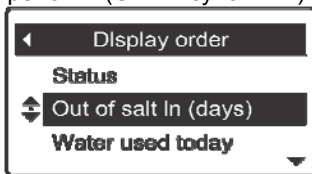

РИС. 117
6. Нажать кнопку ВЫБРАТЬ (O). Рядом с элементом появятся стрелочки (См. Рисунок 117).